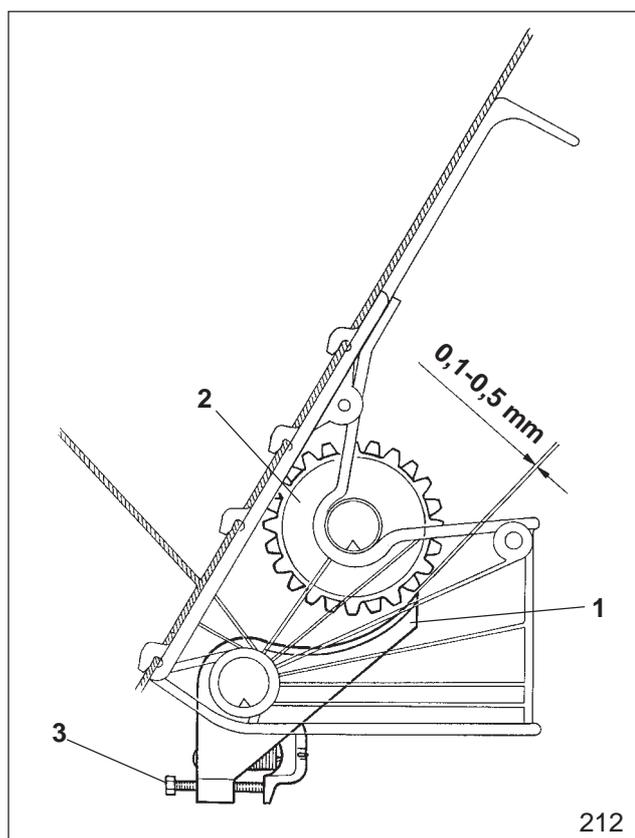

Fig. 26.3
3. Bodenklappen (Fig. 26.3/1) auf Leichtgängigkeit überprüfen.
4. Überprüfen, ob der vorgeschriebene Abstand von 0,1 mm bis 0,5 mm (siehe Fig. 26.3) zwischen Bodenklappe (Fig. 26.3/1) und Särad (Fig. 26.3/2) in jedem Sägehäuse eingehalten wird. Dabei ist das zu prüfende Särad von Hand auf der Säwelle zu drehen.
5. Vorgeschriebenen Abstand bei Abweichungen mit der Federspannschraube (Fig. 26.3/3) einstellen.